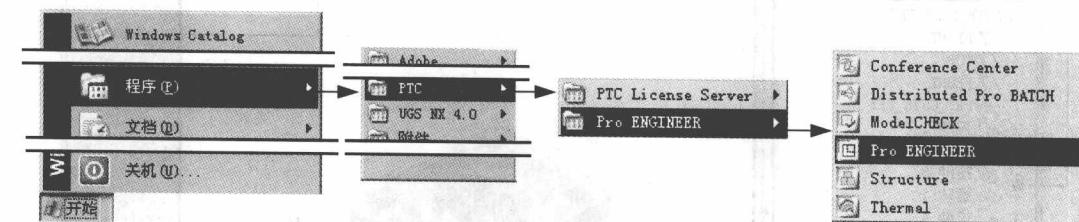

图 1.5.1 Windows “开始”菜单
Step2. 如图 1.5.1 所示，选择 程序(E) → PTC → Pro ENGINEER → Pro ENGINEER 命令，系统便进入 Pro/ENGINEER 软件环境。